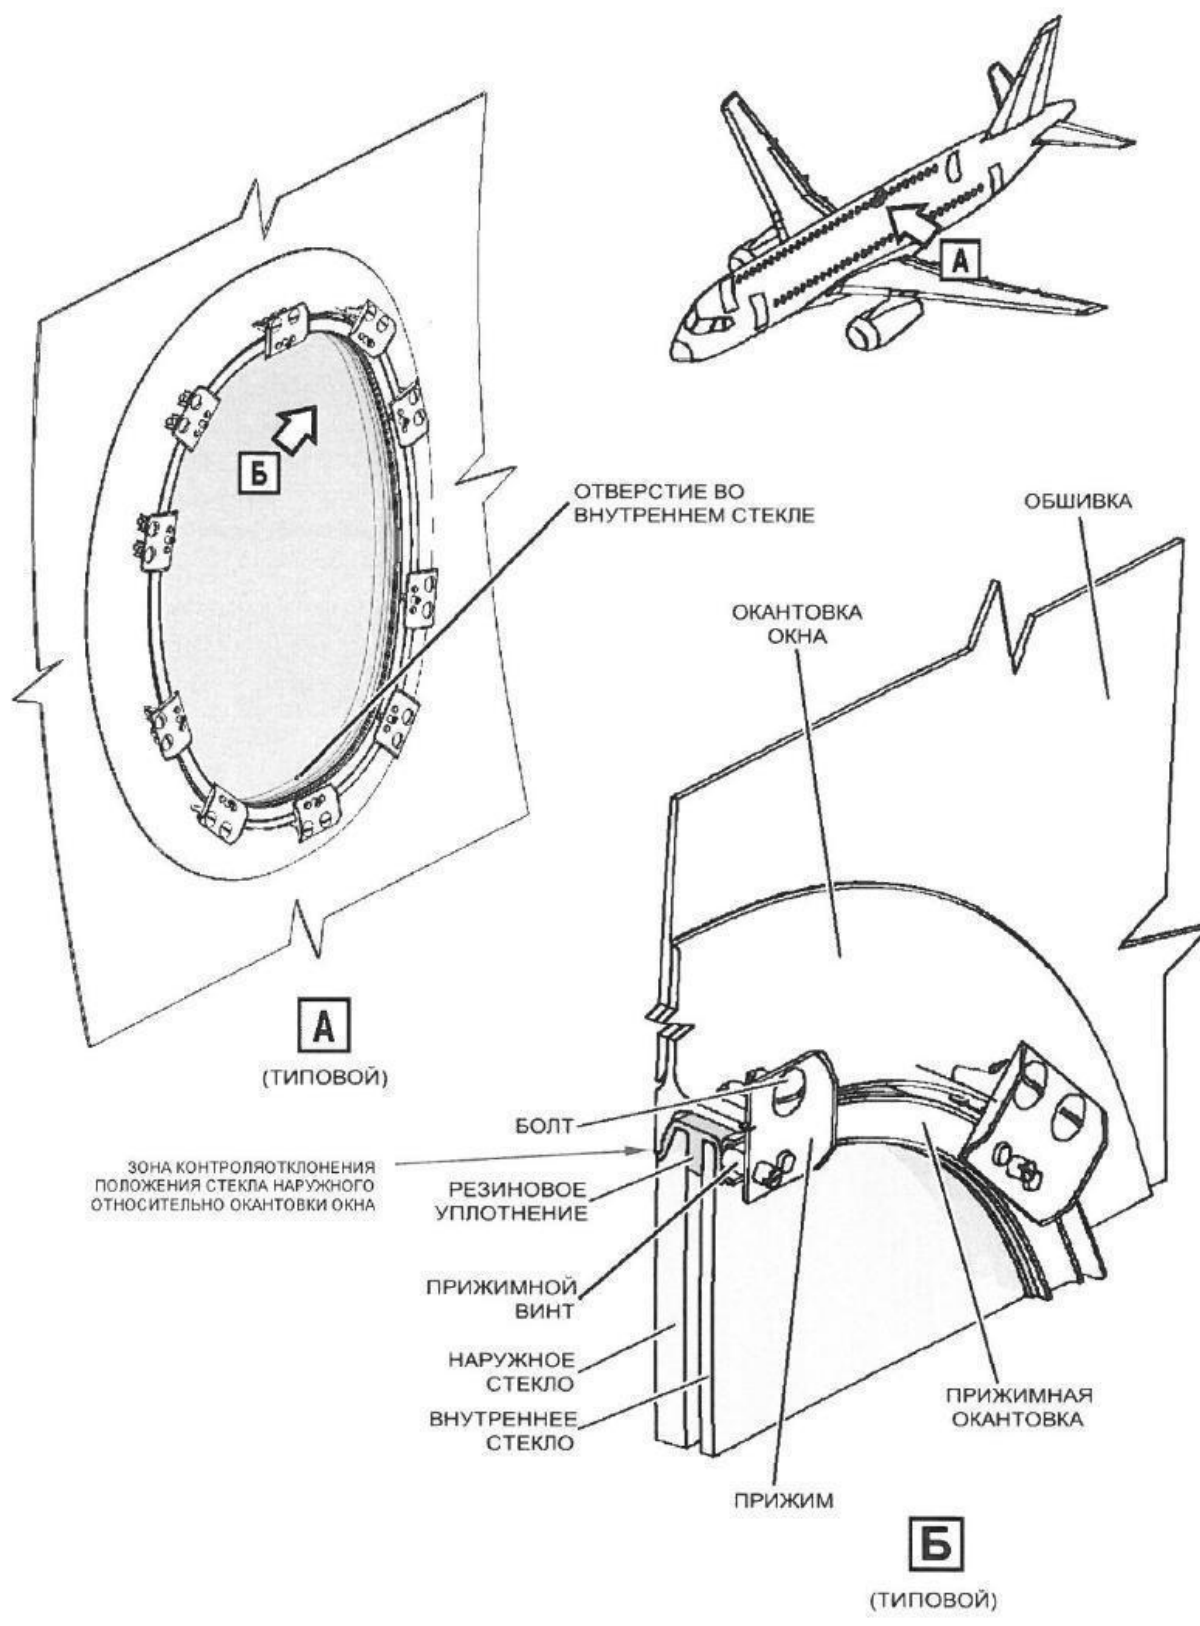

Рис.1. Конструкция окна пассажирской кабины.
- Убедиться в отсутствии люфта стекла наружного относительно окантовки окна пассажирской кабины и фюзеляжа (см. Рис. 1) путем ручного поступательного физического воздействия по периметру стекла наружного (по контуру) окна пассажирской кабины.
**ПРИМЕЧАНИЕ 3:** Установку прижимов р/п Т7.92.0704.105.000.70/В на болты р/п 5-12-Ц-ОСТ 1 31158-80 выполнять с нанесением тонкого слоя пасты LU-052 или герметика IS-069 на резьбовую часть винтов предварительно выполнив очистку контактирующей поверхности прижима и окантовки окна (см. Рис.1) обтирочной ветошью, смоченной бензином-растворителем.